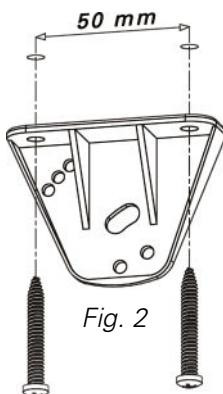

Fig. 2
- Montaż naścienny przy użyciu dołączonych wsporników. Przed wywierceniem otworów na kołki upewnij się, że ściana jest solidna i że jesteś daleko od rur wodnych lub przewodów elektrycznych. Aby przymocować urządzenie do ściany, wywierć cztery otwory wiertłem o średnicy 5 mm i przymocuj wspornik naścienny za pomocą kołków i śrub (brak w zestawie) (rys. 2). Za pomocą dwóch dostarczonych śrub zamocuj dwa hamulce przymocowane do aluminiowej rurki z tyłu urządzenia i zablokuj pod odpowiednim kątem (rys. 3).